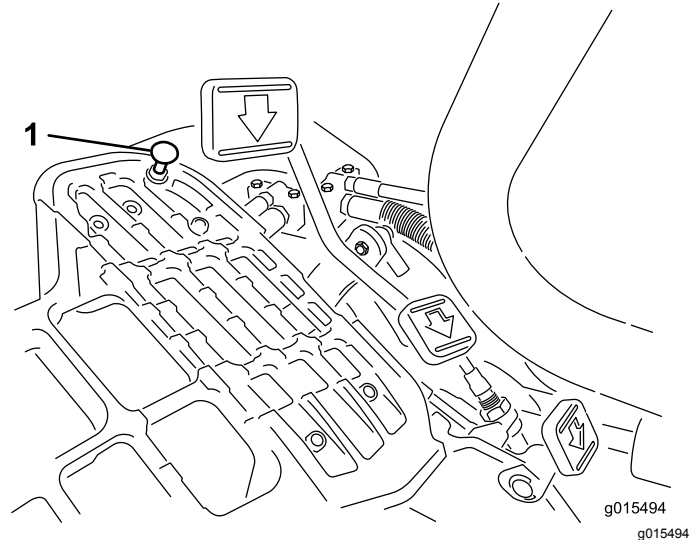

Bild 36
Stellen Sie den Funktionsschalthebel in die TRANSPORT-Stellung und treten Sie auf das Fahrpedal, um die maximale Transportgeschwindigkeit zu erreichen. Wenn das Pedal den Anschlag erreicht (Bild 36), bevor das Kabel gespannt ist, fhren Sie folgende Einstellungsschritte aus:
1. Stellen Sie den Funktionsschalthebel in die TRANSPORT-Stellung lsen Sie die Sicherungsmutter, mit der der Pedalanschlag an der Bodenplatte befestigt ist (Bild 36).